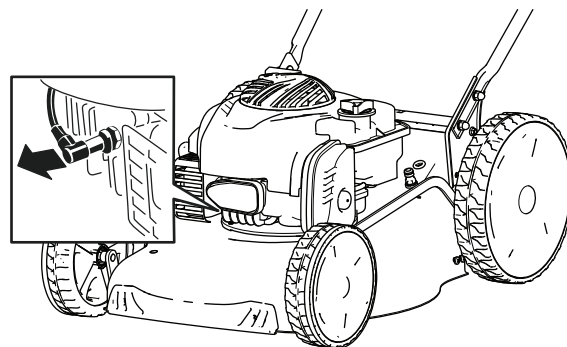

Bild 21
2. Ziehen Sie den Kerzenstecker von der Zündkerze ab (Bild 21).